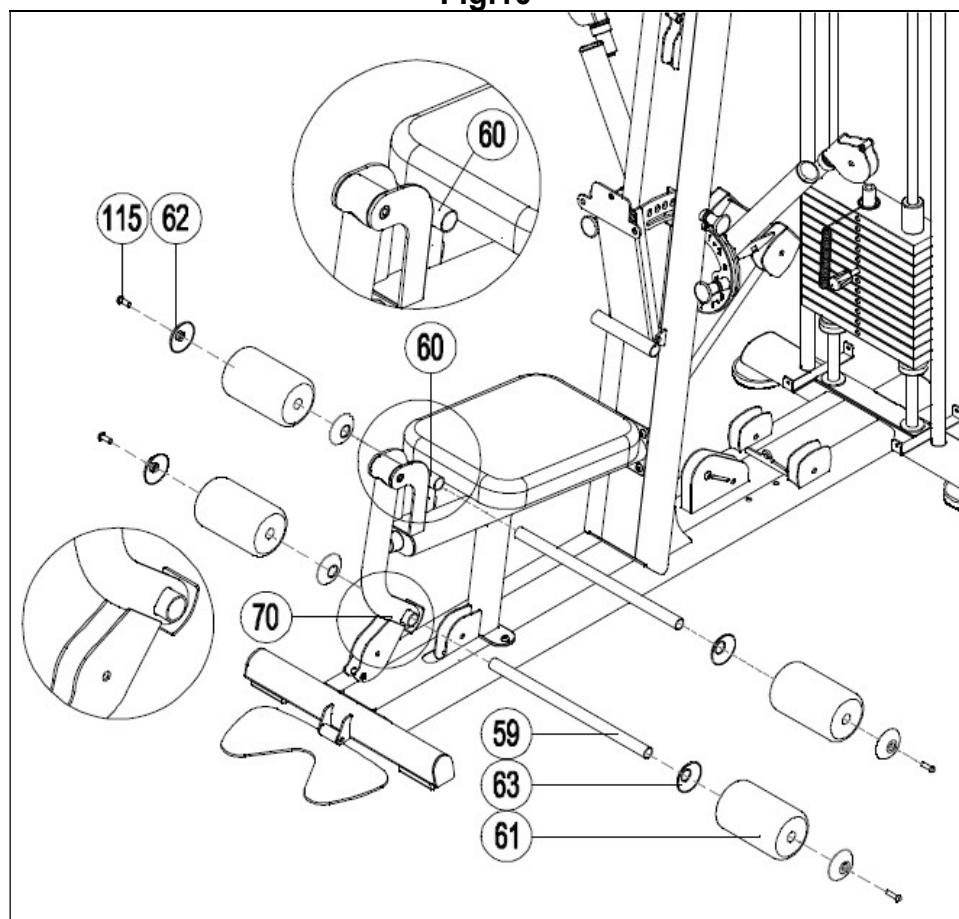

Fig.11
11.- Coloque el tubo (58) según indica la Fig.11, coloque las
Coloque el respaldo (65) en el soporte (57) y atornílle con los tornillos (115), Fig.11.